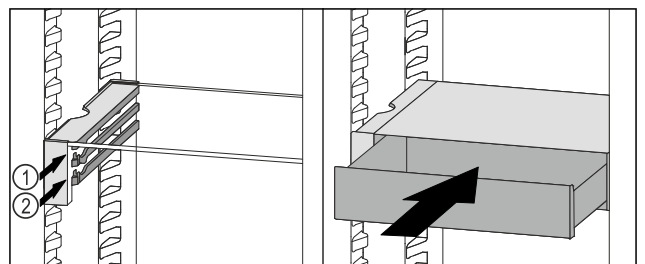

Fig. 126
- ▶ Placer le tiroir VarioSafe derrière les butées sur la nervure désirée Fig. 126 (1) ou Fig. 126 (2).